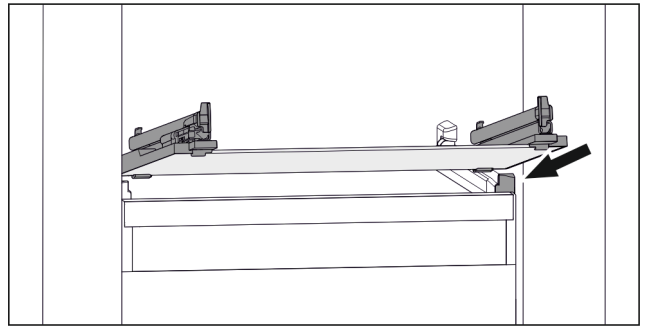

Fig. 72 Representación de la placa de vidrio a modo de ejemplo
- ▶ Coloque la placa de vidrio inclinada detrás de los topes. (consulte Fig. 72)